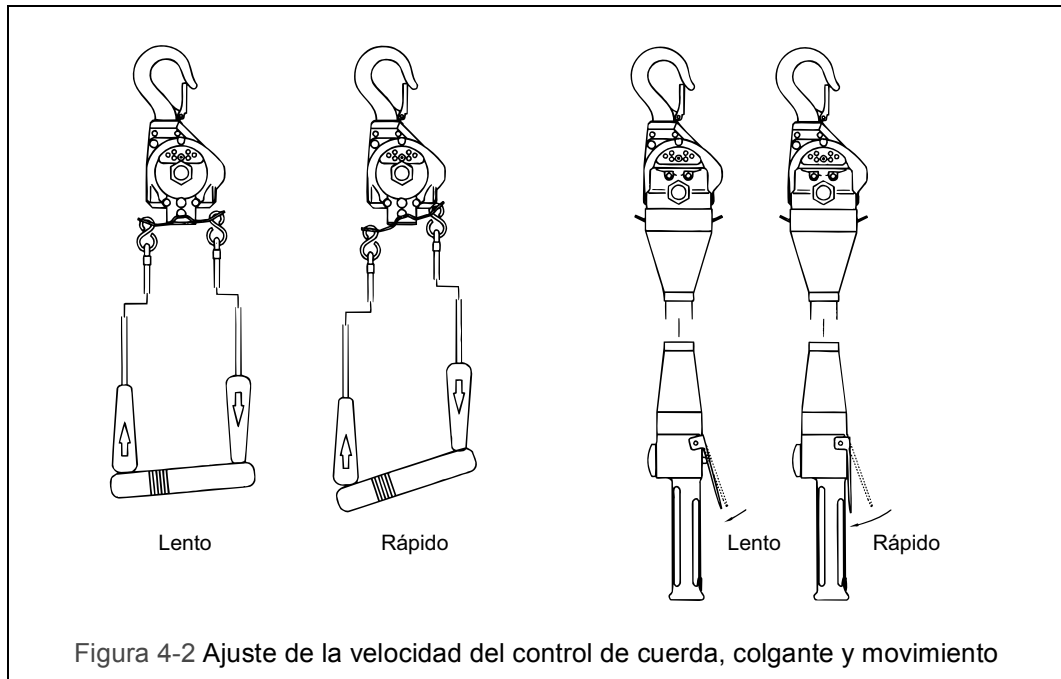

Figura 4-2 Ajuste de la velocidad del control de cuerda, colgante y movimiento
4.4.1 Para el control con cuerda, el ajuste de la velocidad se realiza variando la fuerza con que se tira de la cuerda. Consulte la Figura 4-2.
4.4.2 Para el control colgante o de movimiento, ajuste la velocidad variando la cantidad de presión sobre la palanca. Como se muestra en Figura 4-2, al accionar ligeramente la palanca, usted podrá controlar los movimientos del polipasto más lentamente y con mayor precisión. Presionando un poco más la palanca, la velocidad del polipasto se incrementará hasta que se accione por completo la palanca.